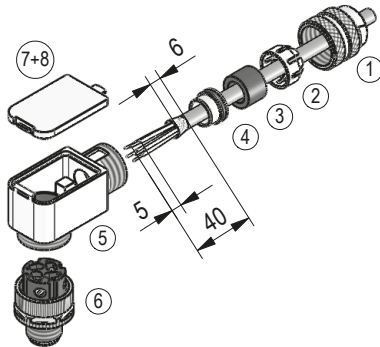
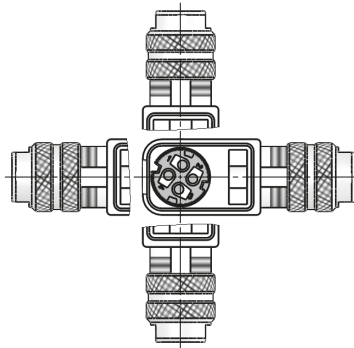

Abb. 14: Gegenstecker M12 D-kodiert gewinkelt
Abb. 15: Winkelstellungen
- ▶ Litzenquerschnitt Leitungen $\leq 0.75 \text{ mm}^2$ / Kabeldurchlass: $\varnothing 6 \dots \varnothing 8 \text{ mm}$ (Ethernet Port 1 (IN) + Port 2 (OUT)).
- Zubehör SIKO Art.Nr. "87600" M12 D-kodiert (Stift 4 pol. Ethernet Port 1 (IN) + Port 2 (OUT)) (Abb. 14 + Abb. 15).
Montage (Abb. 14)
Ändern der Winkelstellung (Abb. 15)